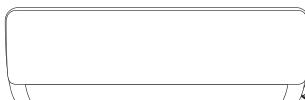
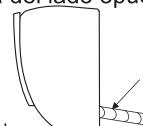

Fig. 1
Fig. 2
- Dependiendo de la posición de la unidad, la tubería puede enrutararse lateralmente desde la izquierda o la derecha (Fig. 1), o verticalmente desde la parte posterior (Fig. 2) (dependiendo de la longitud de la tubería de la unidad interior). En el caso de enrutamiento lateral, corte el material de corte de salida del lado opuesto.